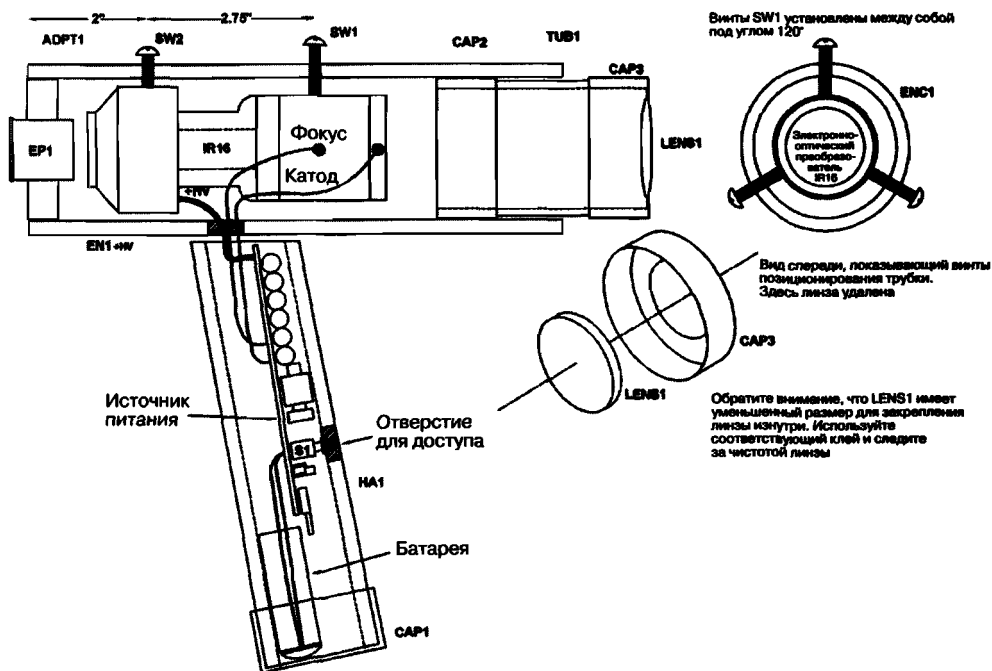

Рис. 23.4. Вид устройства, показывающий внутреннее строение в рентгеновских лучах
3. Изготовьте корпус EN1 из трубки PVC длиной 17,78 см с внутренним диаметром 6,03 см. Обратите внимание на отверстие около рукоятки HA1 для подвода проводов высокого напряжения к трубке от платы источника питания и отверстия для фиксации и центровки трубки с резьбой  $\frac{1}{4}$ -20 (рис. 23.4). Три отверстия расположены по радиусу под углом  $120^\circ$ .